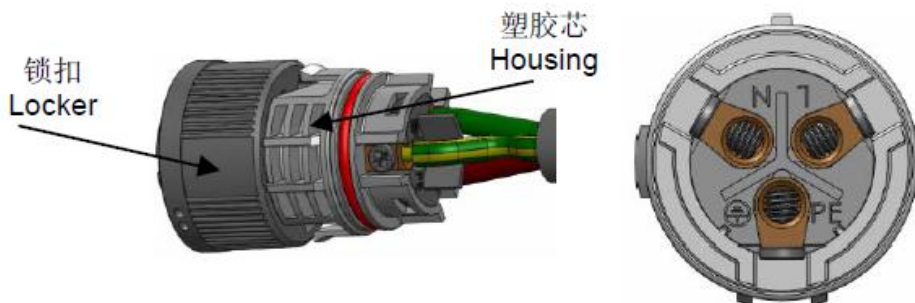

图 3.8
- 根据图 3.8 引脚标识将线缆穿过锁紧螺母、密封螺纹套筒后插入到连接器前端端子内，然后按图所示
- 如图 3.8，将螺纹套筒和连接器前端端子拧紧，再与锁紧螺母拧紧。